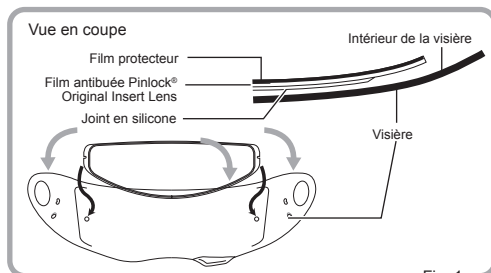
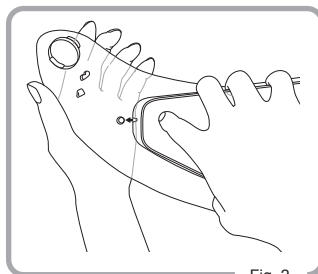

Fig. 1
Fig. 2
1. Appliquez le côté du film antibuée Pinlock® Original Insert Lens où se trouve le joint en silicone sur la face intérieure de la visière, sans décoller le film protecteur du film antibuée. Appliquez en même temps le film antibuée Pinlock® Original Insert Lens sur la face intérieure de la visière en l'encliquetant dans les broches extérieures. (Fig. 1 et Fig. 2)